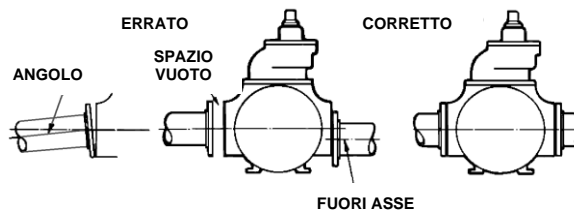

Figura 1
9. Controllare l'allineamento delle tubature per evitare sforzi che in seguito potrebbero causare un disallineamento. Vedere figura 1. Sbullonare le flange o separare i giunti connettori. Le tubature non dovrebbero staccarsi o cadere. Dopo circa una o due settimane di utilizzo della pompa, ricontrollare tutto l'allineamento.